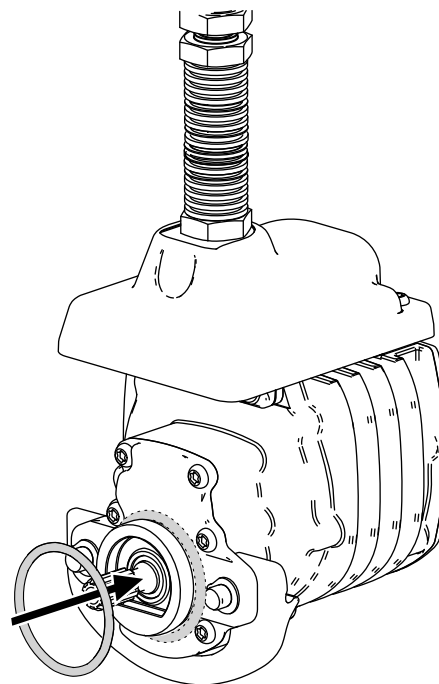

Figura 9
3. Montați inelul de etanșare pe fiecare motor al cilindrului, așa cum se arată în Figura 9.